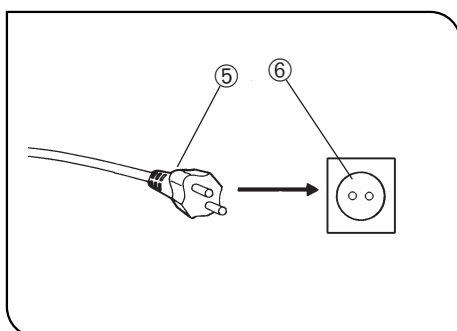

Fig. 37
3. Ligue a ficha do cabo de alimentação ⑤ a uma tomada de parede ⑥. (fig. 37)